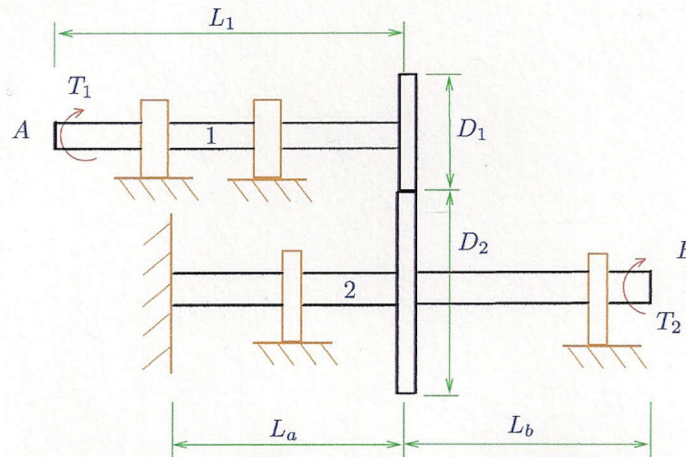

Figura-1: Ejes y engranajes
- En la Figura 1 se tiene una vista lateral de dos ejes. El eje 1 está sostenido por dos apoyos sin roce y bajo el efecto de un torque T_1 en el extremo izquierdo A. En el extremo derecho tiene un engranaje de diámetro D_1 , el cual está en contacto con un engranaje de diámetro D_2 . El engranaje de diámetro D_2 se encuentra sujeto a un eje 2, el cual está pegado a una pared rígida en el lado izquierdo, soportado por dos apoyos sin roce y bajo la acción de un torque T_2 en el lado derecho. Determine los ángulos de rotación en A y en B, determine también el valor del esfuerzo de corte máximo y su ubicación. (25 puntos)